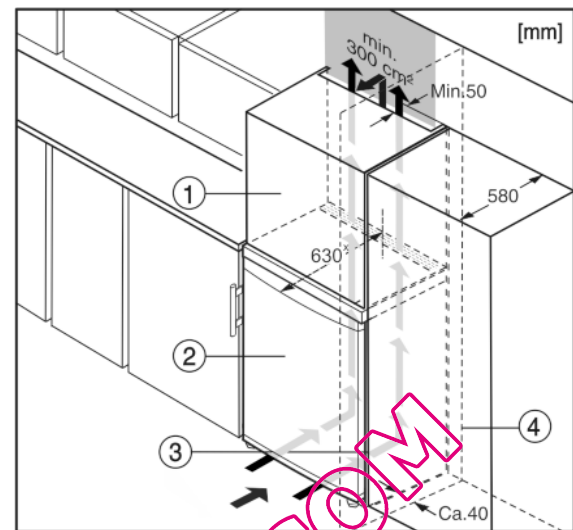

Fig. 6
- (1) Élément haut
- (2) Appareil
- (3) Placard de cuisine
- (4) Mur
L'appareil peut être entouré de meubles de cuisine. Pour adapter l'appareil Fig. 6 (2) à la hauteur des placards de la cuisine intégrée, on peut placer un élément haut Fig. 6 (1) au-dessus de l'appareil.*
Lors de la transformation avec des placards de cuisine (profondeur max. 580 mm), l'appareil peut être placé directement à côté du placard de cuisine Fig. 6 (3). L'appareil dépasse latéralement de 34 mm* et de 50 mm* au centre de l'appareil par rapport à la face avant du placard de cuisine.*
Si l'appareil est installé avec les charnières à côté d'un mur Fig. 6 (4), la distance entre l'appareil et le mur doit être de 40 mm min. Ceci correspond à la saillie de la poignée lorsque la porte est ouverte.